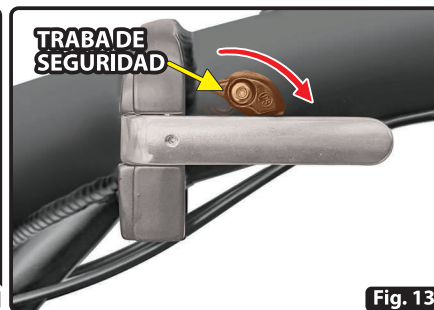

Fig. 13
- Girar la **traba de seguridad** en sentido horario para evitar que se abra la bisagra accidentalmente (Fig. 13).